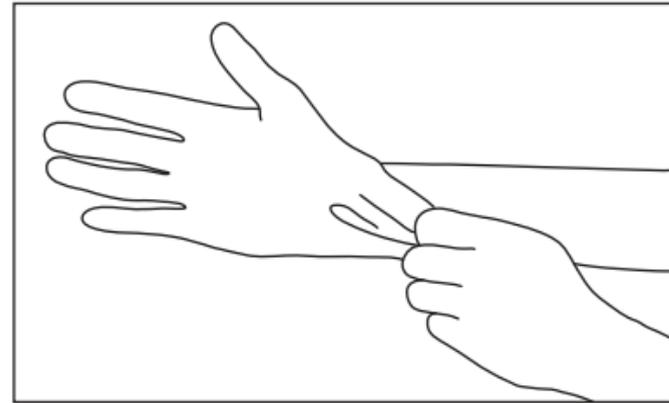

Fig. 5
1) Portez toujours des gants, un masque et des lunettes de protection pour des raisons de sécurité et réduire le risque d'infection. (Fig. 5)